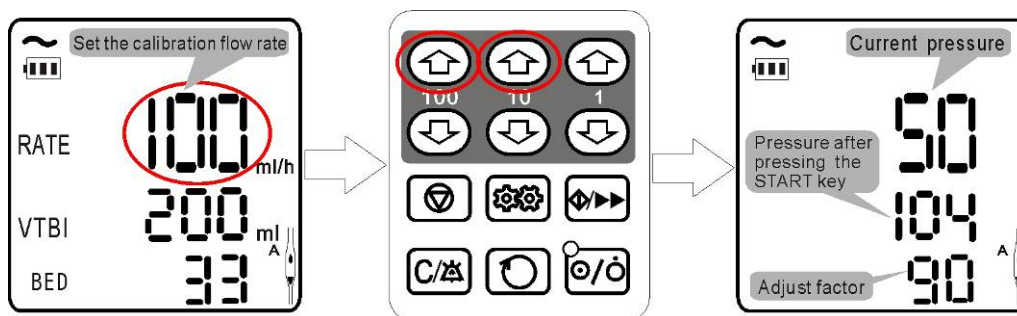

Рис. 5-10
2. Одновременно нажмите кнопку прибавления с шагом 100  и кнопку прибавления с шагом 10  для входа на экран настройки давления, как показано на рис. 5-10.